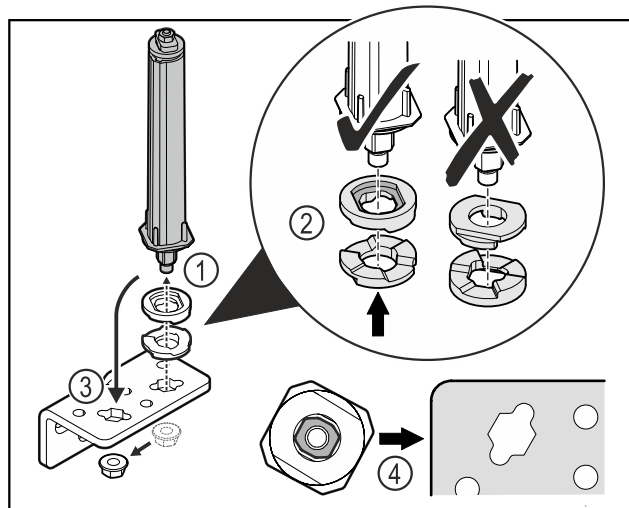

Fig. 32
- ▶ Povolte matici a odstraňte uzavírací systém dveřík Fig. 32 (1).
- ▶ Dbejte na správné vyrovnaní výškově stavitelných podložek Fig. 32 (2).
- ▶ Přesaďte uzavírací systém dveřík v úhelníku závěsu a upevněte jej maticí Fig. 32 (3).
- ▶ Při nasazování dbejte na správné vyrovnaní uzavíracího systému dveřík Fig. 32 (4).